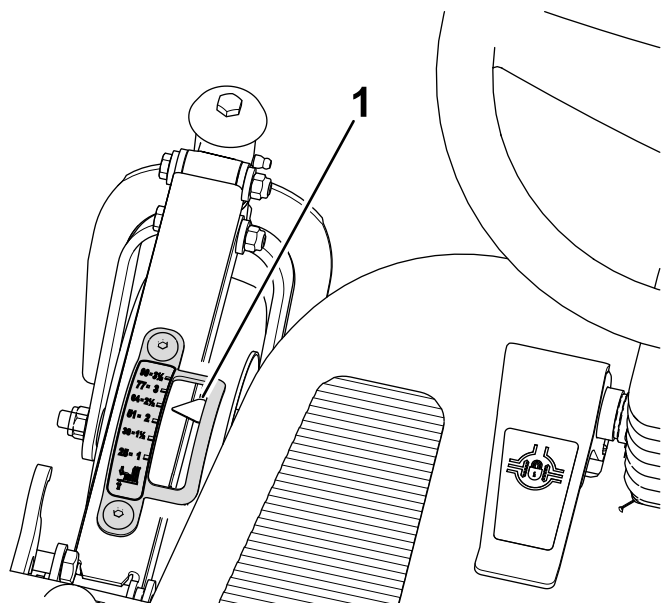
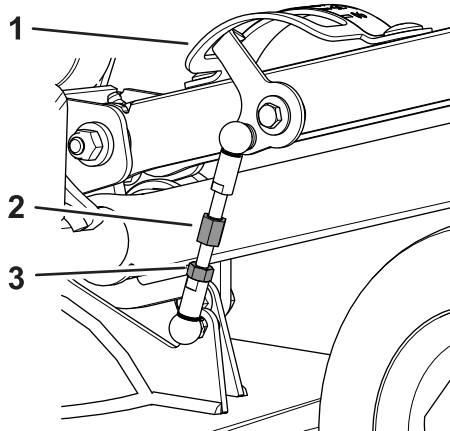

Figura 104
Figura 105
2. Sedetevi sul sedile dell'operatore e controllate il puntatore dell'indicatore dell'altezza di taglio (Figura 104).
- A. Allentate il controdado che fissa la biella dell'altezza di taglio (Figura 105).
- B. Ruotate la biella fino a quando il puntatore dell'indicatore dell'altezza di taglio osservato dal sedile dell'operatore non è allineato al segno di 64 mm (Figura 104 e Figura 105).
- C. Serrate il controdado (Figura 105).